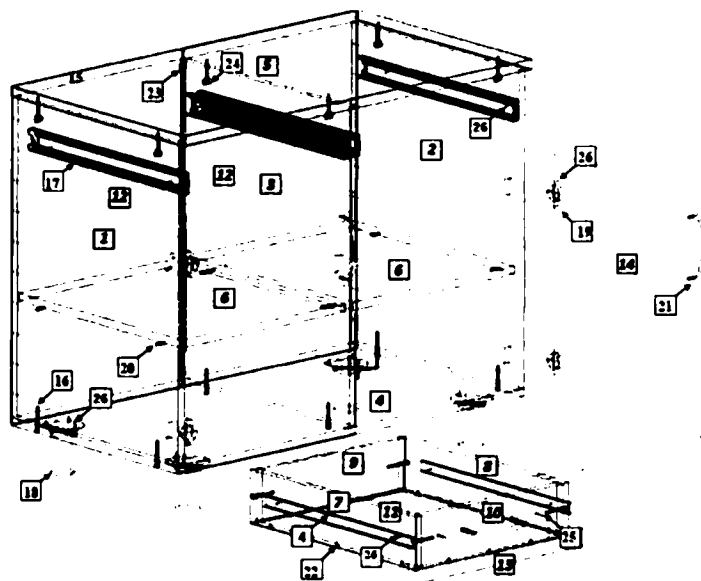

Рис. 1
1) Внимательно ознакомьтесь со схемой сборки, изображенной на рис.1, сверяясь со спецификацией на изделие. Согласно схеме и спецификации определите расположение деталей в изделии и порядок их сборки. Сборка производится на ровном полу, укрытом материалом, предотвращающим повреждение покрытия пола и деталей мебели. Подготовьте необходимые для сборки инструменты – плоскую и крестовую отвертки, молоток, рулетку или линейку.
2) На вертикальных боковых стенках (2, 3) установите цилиндрические части эксцентриковых стяжек (17) в предназначенные для них отверстия; шурупами 4x16 (18) закрепите [- образные части роликовых направляющих (15). На крышке 1 установите штоки эксцентриковых стяжек (17) и ограждения (23) (при необходимости).
3) Евровинтами (13), как показано на рис.1, соедините вертикальные стенки (2, 3) с горизонтальной стенкой (5). Установите крышку (1). Затяжка соединения производится путём поворота эксцентриков до упора в направлении стрелки, выштампованной на корпусе стяжки. На видимые головки евровинтов (13) установите заглушки (14).
4) При помощи винтов 6.3x13 закрепите на боковой стенке держатель (22) (при необходимости). Шурупами 4x35 (20) соедините каркас тумбы с металлическим основанием (11).
5) Сборка ящиков. Евровинтами (13) соедините боковые стенки ящика (6) с передней (8) и задней (7) стенками. Дно ящика (10) закрепите к передней (8) и задней (7) стенкам гвоздями (12). Установите роликами назад [- образные части направляющих (15) и закрепите их шурупами 4x16 (20). Шурупами 3.5x30 (19) закрепите фасад (9) к передней стенке ящика (8). Установите на фасад (9) ящика ручку (16). Установите собранные ящики в корпус тумбы.
6) В металлическое основание (11) установить регулируемые опоры (21).
7) При необходимости установки штатива с держателем, установить штатив (24) в закрепленный на боковой стенке тумбы держатель (22).